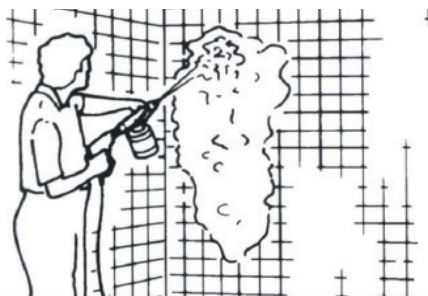

Рис. 13 – Применение моющего средства
3. ПРИМЕНЕНИЕ МОЮЩЕГО СРЕДСТВА (РИС. 13).